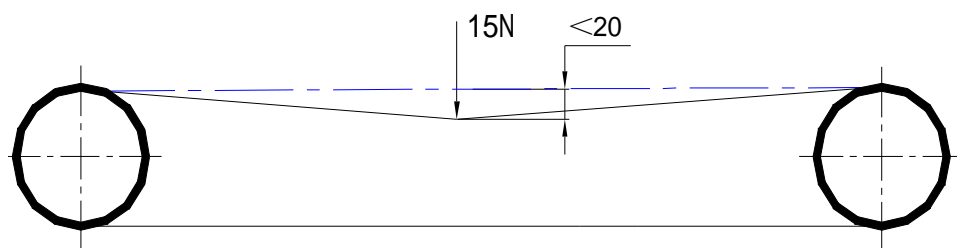

图 4-1 同步带松紧度要求
b) 同步带应定期进行松紧度调整，同步带松紧度要求见图 4-1。